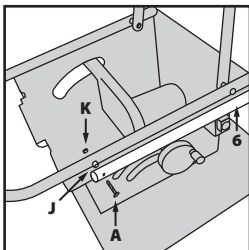

Abb. 10
- Befestigen Sie Bauteil **3** mit dem Rest des Untergestell-Zusammenbaus, benutzen Sie die verbleibenden Befestigungsteile markiert als **A, J** und **K (Abb. 10).** Es könnte helfen, Bauteil **4** aus dem Weg zu räumen.